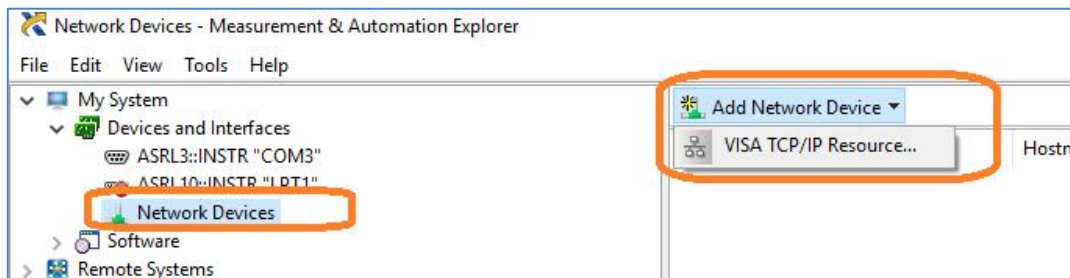

Рис. 8.41. Окно добавления нового сетевого устройства.
3. В пункте «Add Network Device» выбрать «VISA TCP/IP Resource» (см. рис. 8.41).